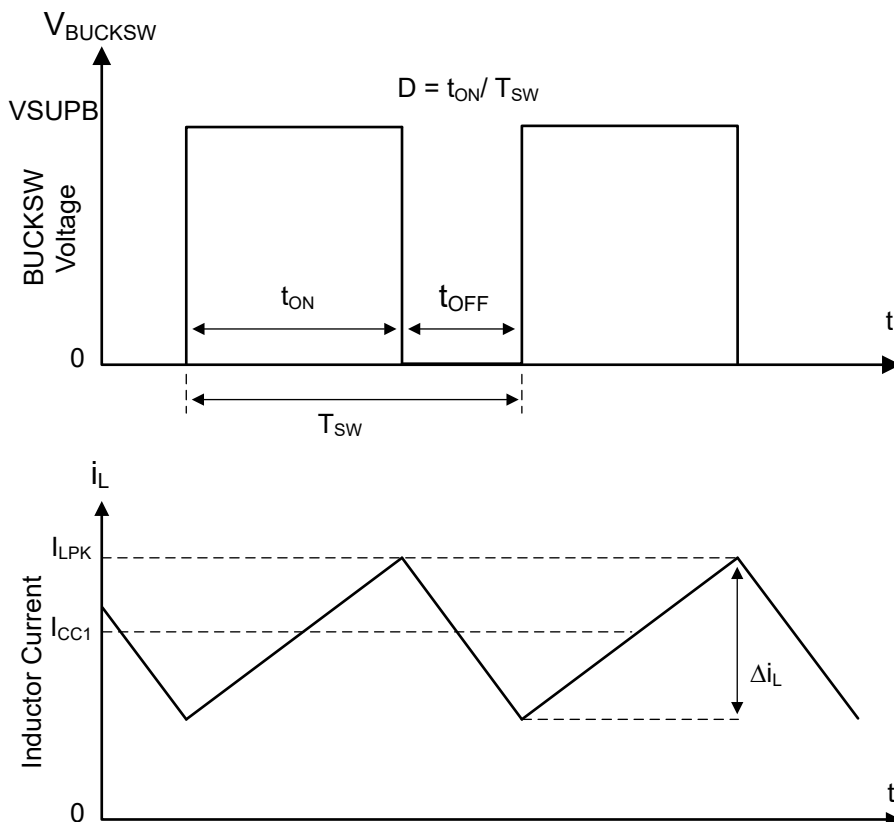

図 8-5. 連続電流モード (CCM) のスイッチング ノードの波形
TCAN241x-Q1 に統合された降圧レギュレータは、ハイサイド スイッチ (HS) とローサイド スイッチ (LS) を内蔵した同期式ステップダウン型の降圧コンバータです。レギュレータは、制御されたデューティ サイクルでハイサイドおよびローサイドの NMOS スイッチをオンにすることにより、出力電圧の安定化を実現します。図 8-5 を参照してください。ハイサイド スイッチのオン期間中、**BUCKSW** ピンの電圧はおよそ **VSUPB** まで振れ、インダクタ電流 i_L は $(VSUPB - V_{CC1}) / L$ の直線的な傾きで増加します。ハイサイド スイッチが制御ロジックによってオフにされると、貫通電流を防止するためのデッドタイム (t_D) の後でローサイド スイッチがオンになります。インダクタ電流は、ローサイド スイッチを通して $-V_{CC1}/L$ の割合で放電されます。降圧コンバータの制御パラメータはデューティサイクル $D = t_{ON} / T_{SW}$ と定義されます。ここで t_{ON} はハイサイド スイッチのオン時間、 T_{SW} はスイッチング周期です。コンバータ制御ループは、デューティ サイクル D を調整することにより、出力電圧を一定に維持します。損失を無視できるような降圧コンバータでは、次の式のように、 D は出力電圧に比例し、入力電圧に反比例します: $D = V_{CC1}/VSUPB$ 。